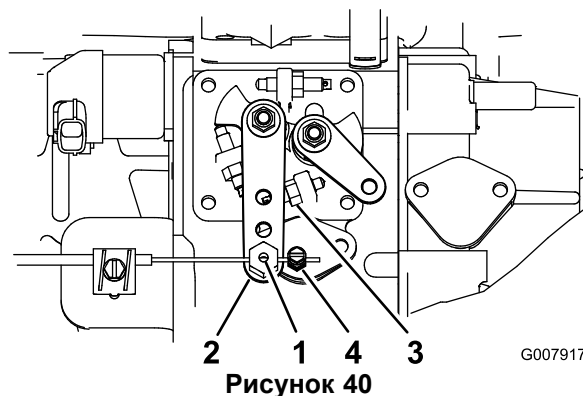

Рисунок 40
2. Ослабьте соединитель тросика дроссельной заслонки рядом с рычагом насоса для впрыска топлива (Рисунок 40).
3. Удерживайте плечо рычага насоса для впрыска топлива прижатым к упору высоких оборотов холостого хода (Рисунок 40).